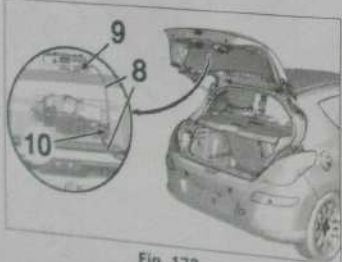

Fig. 172
- Débrancher les connecteurs (9) et (10) (Fig. 172).
- Dégager le faisceau électrique (8).